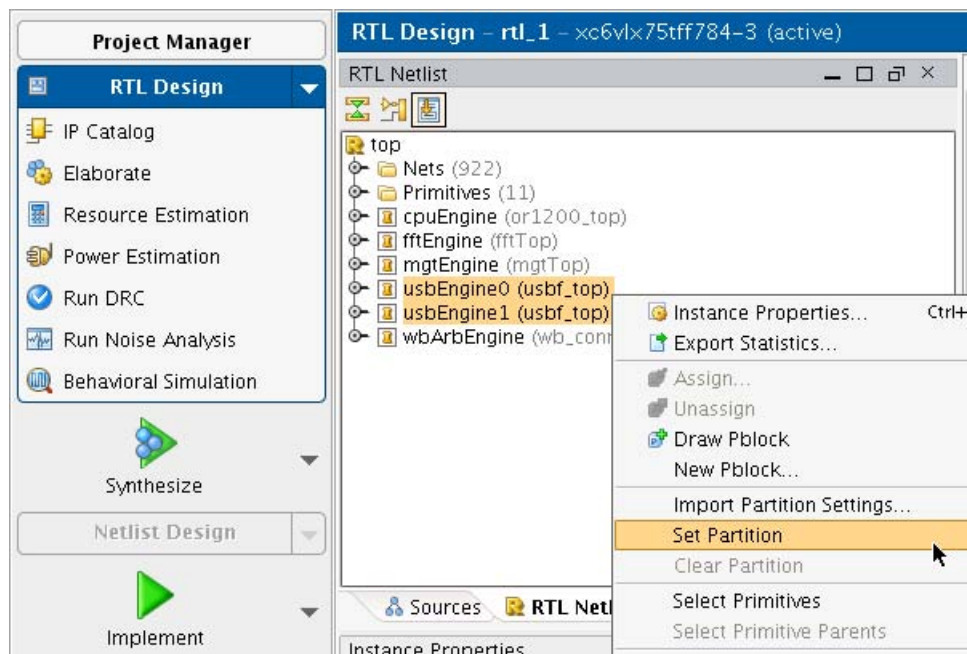

図 1-2：usbEngine インスタンスのパーティション設定
2. 右クリックし、[Set Prohibit] をクリックします (図 1-2)。